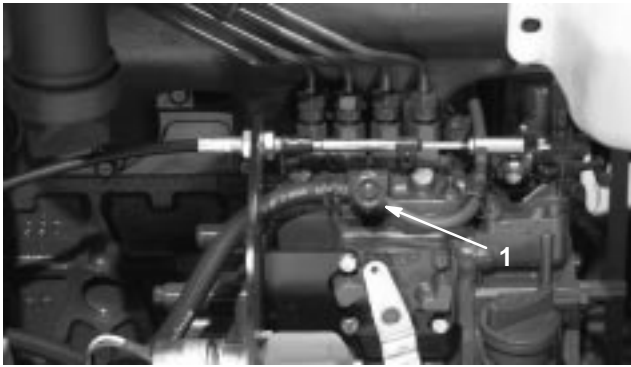

Bild 18
3. Öffnen Sie die Entlüftungsschraube an der Einspritzpumpe (Bild 18).